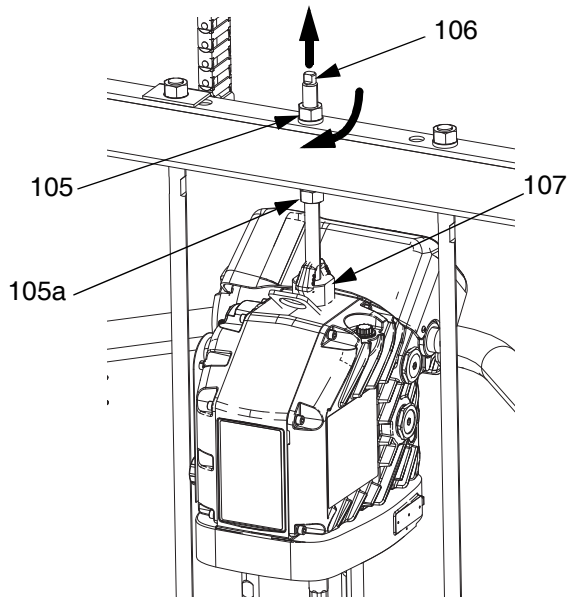

ABB. 36
1. Unterpumpe (AC) in Platte (AD) einsetzen. Den Schritten unter **Anbringen der Platte** auf Seite 45 folgen.
3. Antrieb (AB) anschließen:
- a. Schraubenschlüssel verwenden, um Mutter (105) auf Oberseite des Ram-Balkens zu drehen und Antrieb (AB) auf Unterpumpe (AC) abzusenken. Siehe ABB. 36 auf Seite 46. Mutter (105) nach oben drehen und sie unter Ram-Balken festziehen. Mutter (105) unter Querbalken mit einem Anzugsmoment von maximal 34 N•m (25 ft-lb) festziehen.